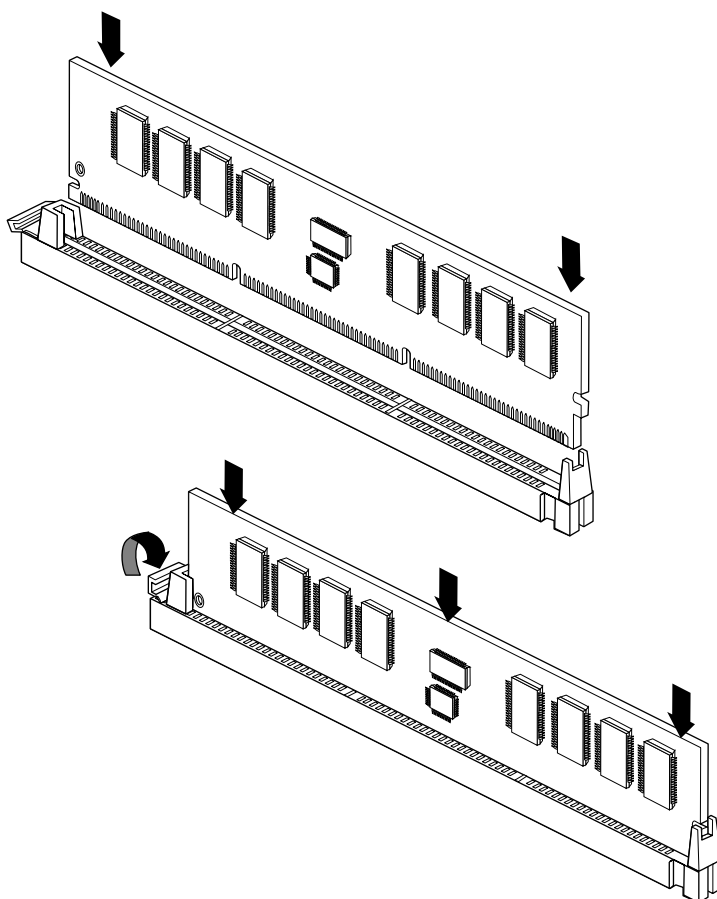

Figure 5-4 Installation d'une barrette DIMM
- La Figure 5-4 montre comment introduire une barrette DIMM dans son emplacement.